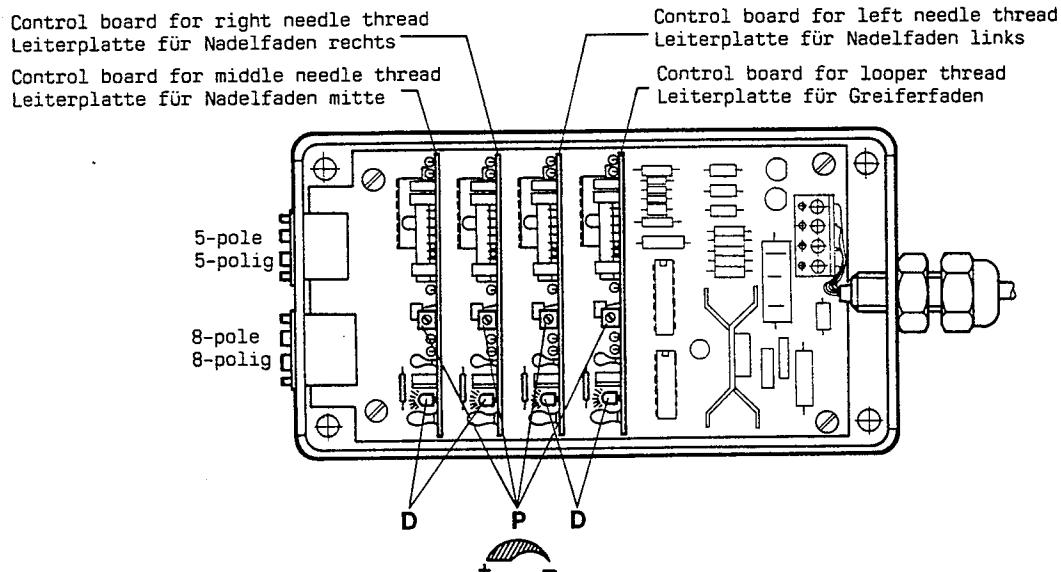

Fig.1
Note: Fig. 1 shows switch box No. 90235 WA-4 for one looper and three needle threads. In switch boxes Nos. 90235 WA-2 and 90235 WA-3 the control boards for the particular threads are placed likewise.
Beachten Sie: Fig. 1 zeigt den Schaltkasten Nr. 90235 WA-4 für einen Greifer- und drei Nadelfäden. In den Schaltkästen Nrn. 90235 WA-2 und 90235 WA-3 sind die Leiterplatten für die einzelnen Fäden in gleicher Weise angeordnet.
1.3 The sense signal for a thread is too weak, the thread is not sensed.	Open switch box. The light emitting diodes (D, Fig. 1) on the control boards must blink while sewing the first 8 stitches up to the machine stop. In case particular diodes do not blink, the associated potentiometer (P, Fig. 1) on the corresponding control board has to be turned to the left. HINT: If it is hardly possible to exactly watch the blinking of the light emitting diodes during the short sewing period (8 stitches), proceed as follows: Draw out all control boards, insert again one after the other and sew after each insertion. Stops the machine after inserting a control board, the potentiometer on this control board has to be turned to the left. When the potentiometer is already completely turned to the left (recognizable by a light click) and the machine stops, respectively the light emitting diode still does not blink, see 1.4.
2.1 The sense signal for a thread is too strong, the thread break is not sensed.	Open switch box. The light emitting diodes (D, Fig. 1) on the control boards must blink while sewing. In case a diode lights up continuously without blinking, the associated potentiometer (P, Fig. 1) on the corresponding control board has to be turned to the right. When the diode still lights up continuously after 30 revolutions of the potentiometer to the right, see 2.2.
1.3 Das Abfragesignal für einen Faden ist zu schwach, der Faden wird nicht erkannt.	Öffnen Sie den Schaltkasten. Während des Nähens der ersten 8 Stiche bis zum Stop der Maschine müssen die Leuchtdioden (D, Fig. 1) auf den Leiterplatten blinken. Blinken einzelne Dioden nicht, muß das zugehörige Potentiometer (P, Fig. 1) auf der entsprechenden Leiterplatte nach links gedreht werden. HINWEIS: Sollten Sie während der kurzen Nähdauer (8 Stiche) das Blinken der Leuchtdioden nicht genau beobachten können, gehen Sie wie folgt vor: Ziehen Sie alle Leiterplatten, stecken Sie eine nach der anderen wieder ein und nähen Sie nach jedem Einsticken. Stoppt die Maschine nach dem Einsticken einer Leiterplatte, muß an dieser Leiterplatte das Potentiometer nach links gedreht werden. Ist das Potentiometer schon ganz nach links gedreht (erkennbar durch leichtes Klicken) und die Maschine stoppt, bzw. die Leuchtdiode blinkt immer noch nicht, siehe 1.4.
2.1 Das Abfragesignal für einen Faden ist zu stark, das Fadenreißen wird nicht erkannt.	Öffnen Sie den Schaltkasten. Während des Nähens, müssen die Leuchtdioden (D, Fig. 1) auf den Leiterplatten blinken. Leuchtet eine Diode ständig, ohne zu blinken muß das zugehörige Potentiometer (P, Fig. 1) auf der entsprechenden Leiterplatte nach rechts gedreht werden. Leuchtet die Diode auch noch ständig nach 30 Umdrehungen des Potentiometers nach rechts, siehe 2.2.